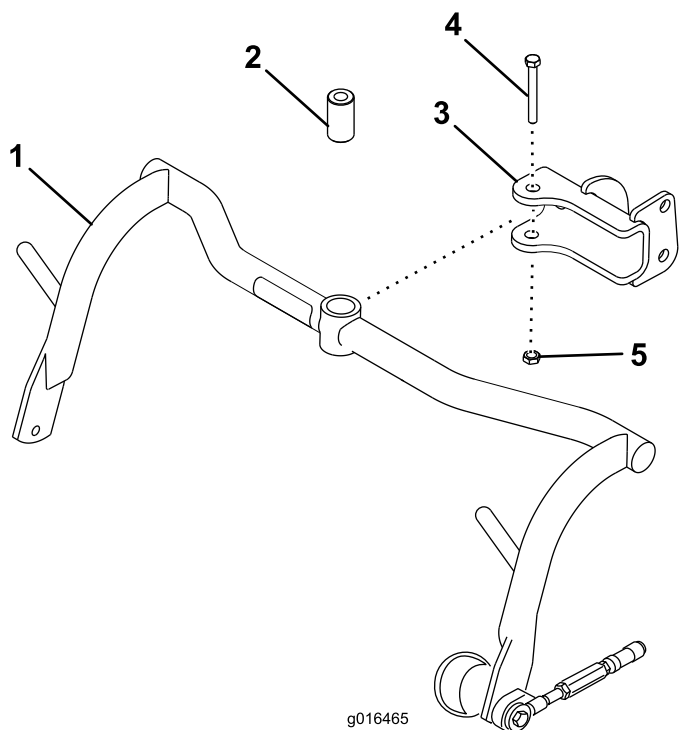

Figura 8
1. Monte um conjunto de estrutura de suporte em cada manilha com um espaçador e parafuso ($\frac{1}{2}$ pol. x $3\frac{1}{4}$ pol.); consulte Figura 8. Aperte com 91 a 113 N·m.